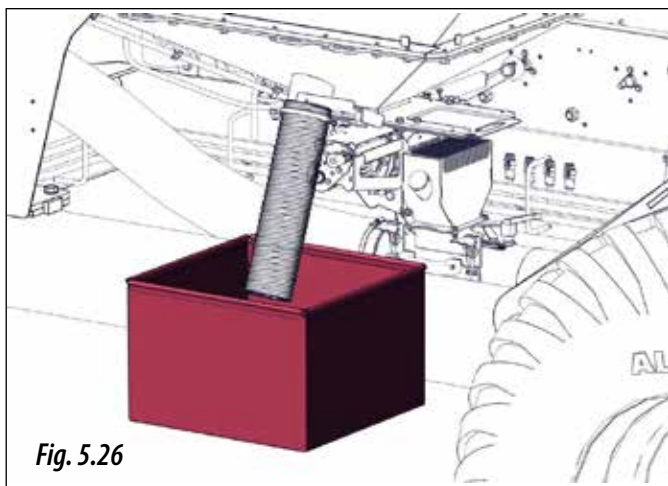

Fig. 5.26
- 1- Așezați un sac sau un recipient sub duzele de golire, apoi ghidați conductele de golire (în funcție de model) în locația dorită. (Fig. 5.26).